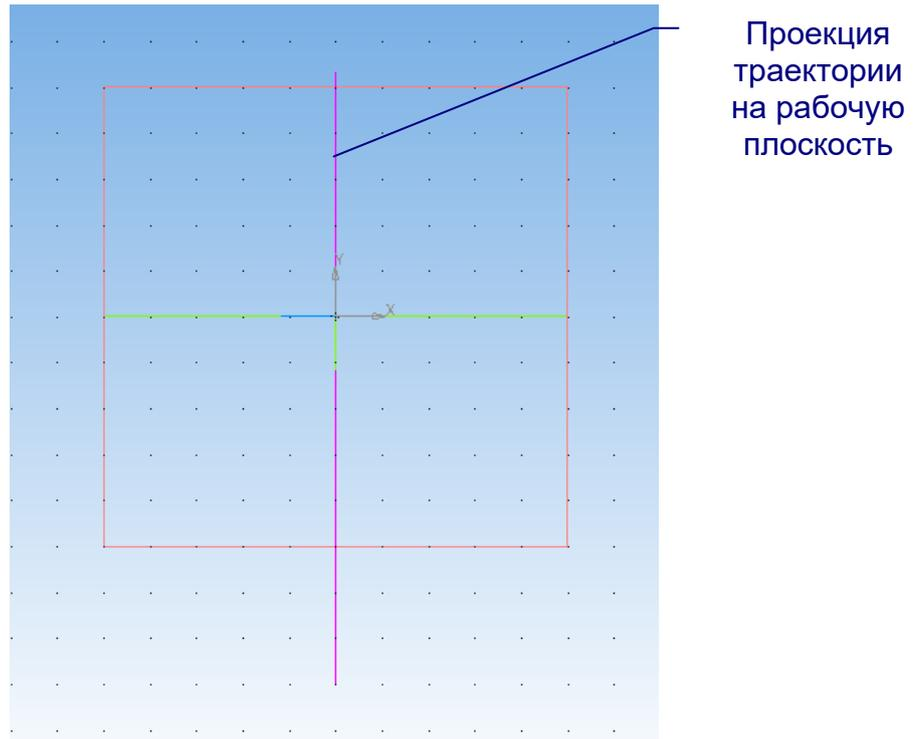

Рис. 98. Траектория в проекции на перпендикулярную к ней рабочую плоскость
2. Выберем рабочую плоскость, перпендикулярную плоскости траектории, например, плоскость **ZY**. В проекции на нее только что созданная траектория выглядит как отрезок (рис. 98).